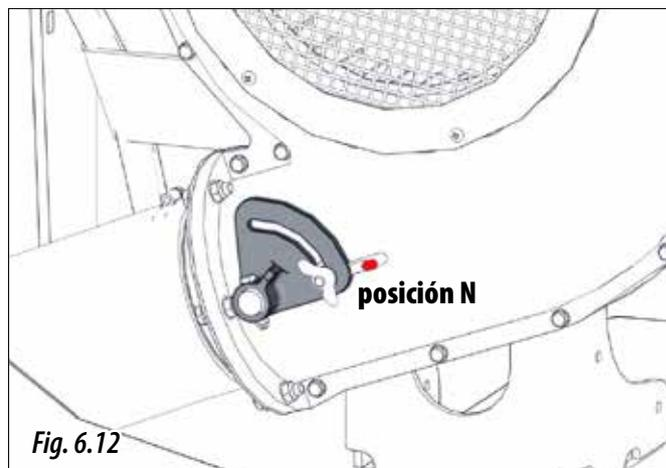

Fig. 6.12
**IMPORTANTE:** PARA SEMILLAS DE TAMAÑO NORMAL, SE DEBERÁ POSICIONAR EL REGULADOR DE AIRE DE LA TURBINA EN POSICIÓN N (Fig. 6.12), Y PARA SEMILLAS DE TAMAÑO PEQUEÑO CON CANTIDADES MUY REDUCIDAS A DOSIFICAR, DEBERÁ ESTAR EN POSICIÓN F (Fig. 6.13). REALIZAR PRUEBAS DE CAMPO ANTES DE EMPEZAR A TRABAJAR, VERIFICAR QUE NO RE-SOPLE LA SEMILLA DEL SURCO O QUEDE MATERIAL ACUMULADO OBSTRUYENDO EL SISTEMA NEUMÁTICO.